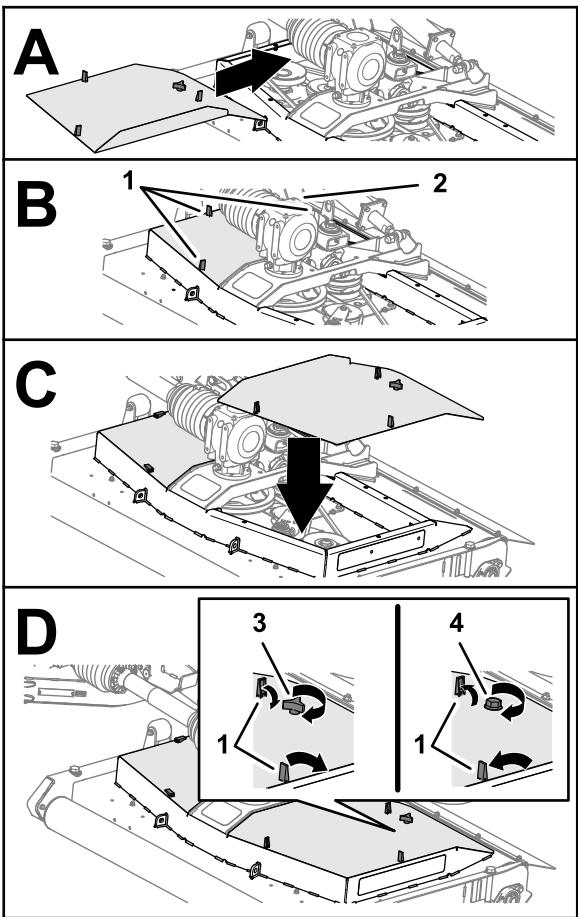

Bild 47
- Richten Sie die Verriegelungen der Mähwerksabdeckung an den Löchern im Mähwerk aus (**Bild 47**).
- Befestigen Sie die Mähwerkabdeckung am Mähwerk (**Bild 47**).
- Befestigen Sie die Abdeckung (**Bild 47**) wie folgt:
- Schließen Sie die drei Verriegelungen der Abdeckung am Mähwerk (**Bild 47**).
- Wiederholen Sie die Schritte 1 bis 4 für die anderen Abdeckungen, die Sie zuvor entfernt haben (**Bild 47**).